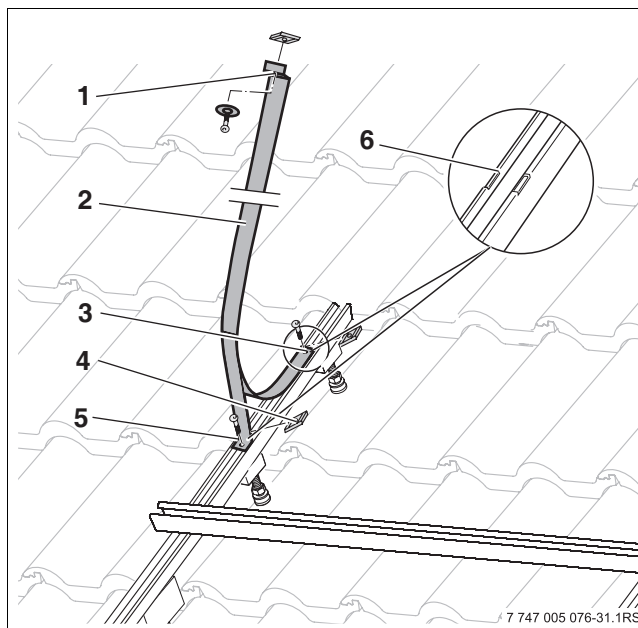

Fig. 43 Fijar la abrazadera del acumulador
- Introducir el tornillo en el extremo delantero de la abrazadera del acumulador (Fig. 43, (3)) y enroscar la tuerca corredera (4) hasta que se note una ligera resistencia.
- Introducir el tornillo en la escuadra de apoyo de la abrazadera del acumulador (Fig. 43, (5)) y enroscar la tuerca corredera hasta que se note una ligera resistencia.
- Colocar el extremo delantero de la abrazadera del acumulador en la muesca de apoyo (Fig. 43, (6)) y apretar el tornillo.
- Colocar la escuadra de apoyo de la abrazadera del acumulador (Fig. 43, (5)) en la segunda muesca de apoyo y apretar el tornillo.
- Colocar en el extremo trasero de la abrazadera del acumulador (Fig. 43, (1)) el tornillo, la arandela y la tuerca corredera. No atornillar todavía este extremo todavía.